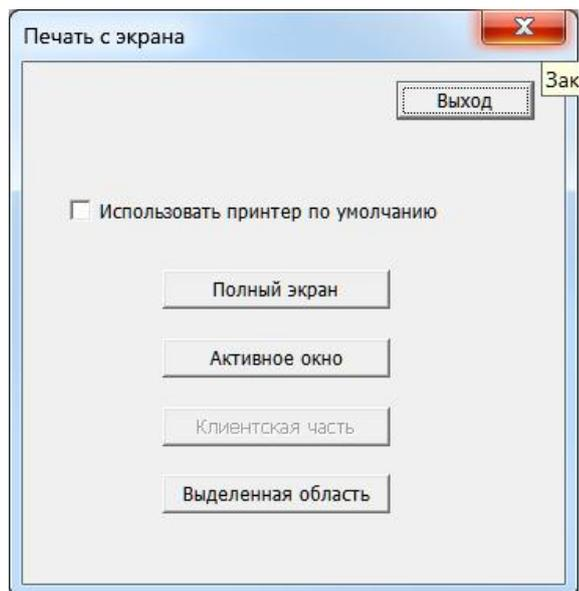
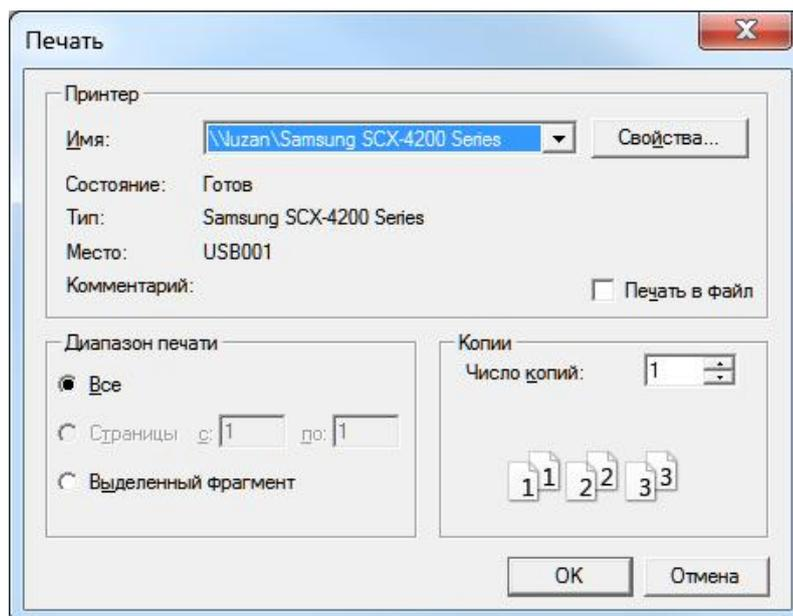

Рисунок 144 – Окно для выбора варианта печати
Рисунок 145 – Окно для выбора печатающего устройства
- «Печать с экрана» – выбор варианта печати (рисунок 144), печатающего устройства (рисунок 145) и печать всей графической формы или выделенной области;